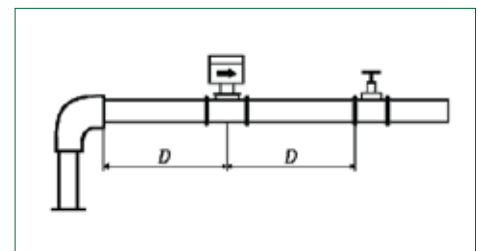

Figura 3 – Representação da alocação adequada da Chave de Fluxo
- O local de instalação da chave deve ter uma distância igual a 5x (cinco vezes) ao diâmetro da tubulação ANTES E DEPOIS conforme o demonstrado na Figura 3.